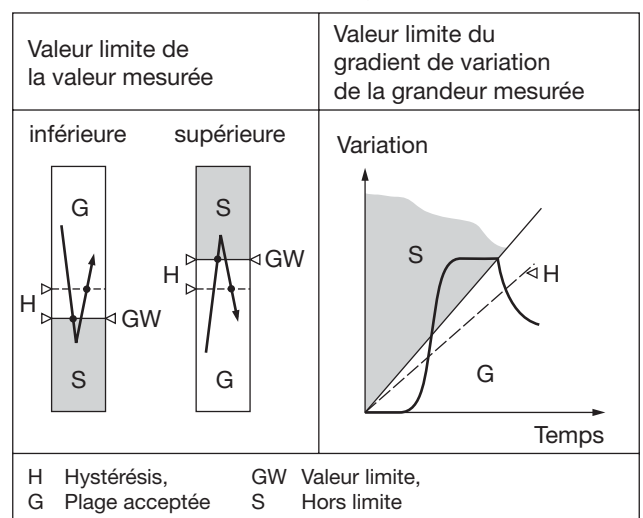

Fig. 3. Fonctions de commutation suivant type de détecteur de seuil.
- Val. limite inférieure de la grandeur mesurée (voir fig. 3, gauche)
- Val. limite supérieure de la grandeur mesurée (voir fig. 3, gauche)
(voir Fig. 3 à droite)